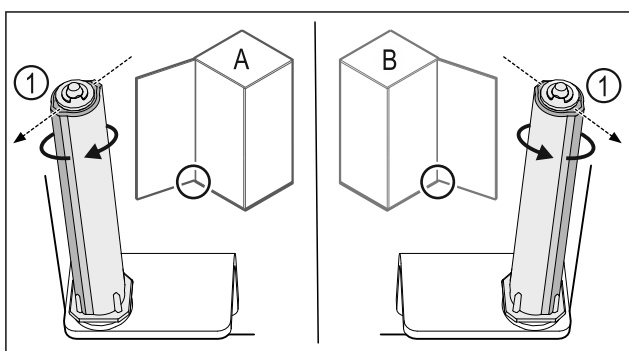

Fig. 49 Levo omejilo (A) / desno omejilo (B)
- Obrnite zaporni sistem proti uporu, dokler ni mostiček zapornega sistema Fig. 49 (1) obrnjen navzven.